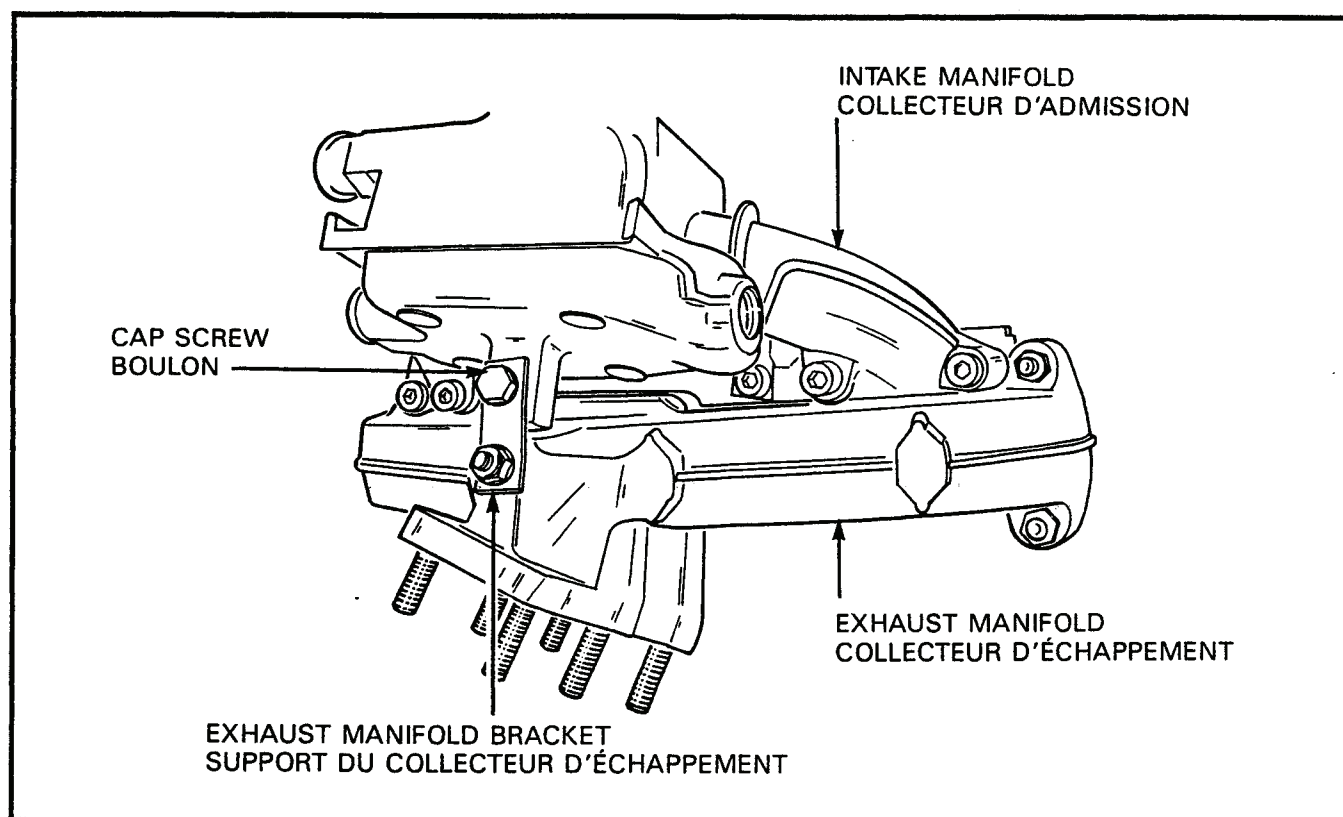

Figure 2-2-2 Intake/Exhaust Manifold Bracket
d. Remove the cap screw from the intake/exhaust manifold bracket, see Figure 2-2-2. e. Loosen the nut on the bracket and swing the bracket down. f. Remove the six socket head cap screws and remove the manifold and gasket.	d. Enlever le boulon du support du collecteur d'admission/échappement, voir figure 2-2-2. e. Desserrer l'écrou du support et balancer le support vers le bas. f. Enlever les six vis à tête creuse et enlever le collecteur et le joint d'étanchéité.